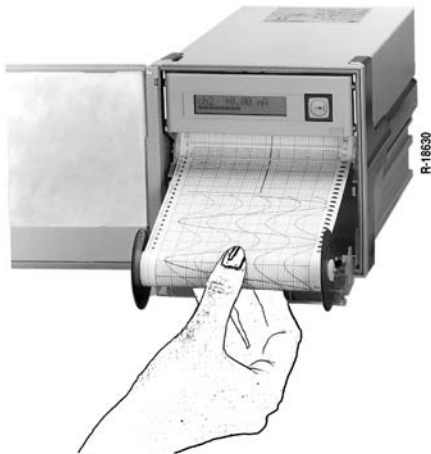

Bild 11 Registrierpapier entnehmen
2.1 Registrierpapier entnehmen (siehe Bild 11)